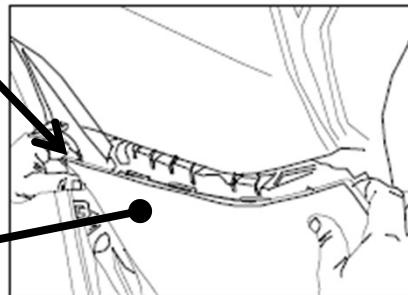

Figura 4
- Retire cuidadosamente la placa protectora del vehículo, empezando en el receptáculo de la rueda trasera y avanzando hacia la parte trasera del vehículo. **Nota:** Un vehículo con sensores tiene cables adicionales unidos a la placa protectora trasera. Desconecte los cables en el conector unidos al panel lateral, con cuidado coloque la cubierta de la placa protectora a un lado. Ver Figura 4.